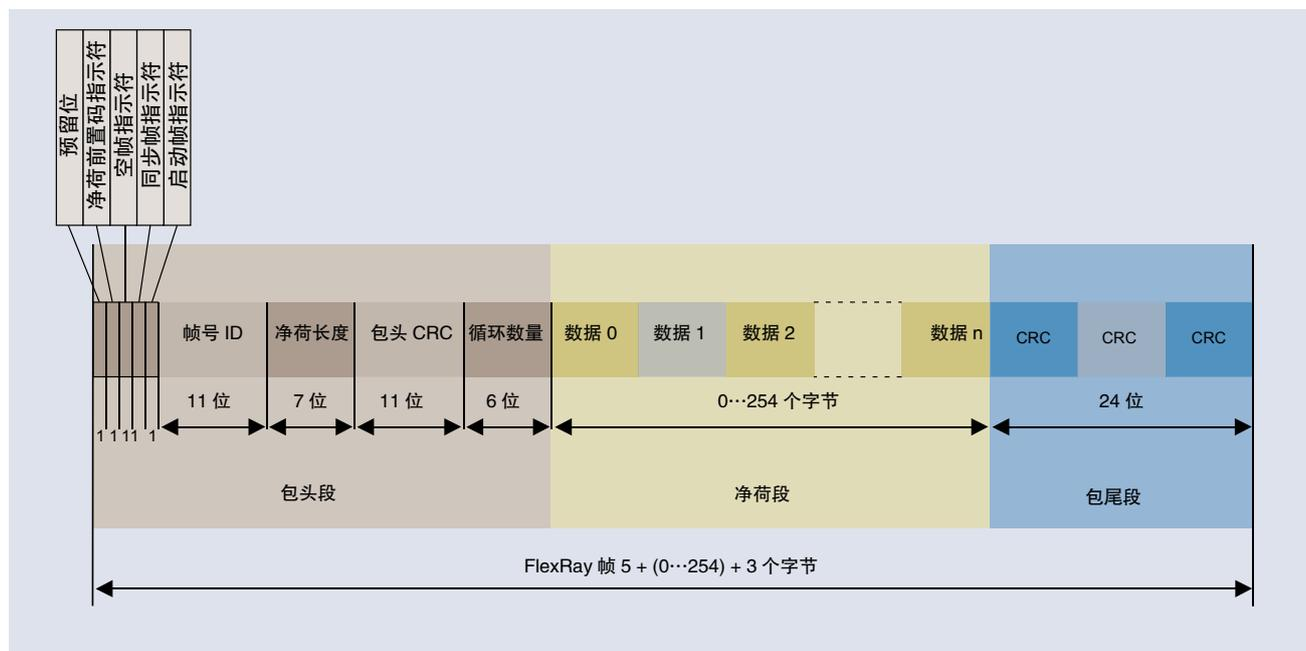

图 40. FlexRay 帧结构。
FlexRay 采用时间触发协议，通过同时包含静态帧和动态帧的通信周期，实现了以前的同步协议和异步协议的优势。静态帧是为总线上每台设备分配的时隙或预定长度，以在每个周期期间通信。总线上的每台设备也有机会通过动态帧在每个周期中通信，动态帧的长度（和时间）可能会变化。FlexRay 帧由三个主要段组成：包头段、净荷段和包尾段。每个段都有自己的构成，如图 40 所示。
I²S 总线有多种常用的变通方案，称为左对齐 (LJ)、右对齐 (RJ) 和时分复用 (TDM)。I²S、LJ 和 RJ 之间的主要区别在于数据相对于 Word Select 信号的时间位置。在 I²S 中，MSB 在 WS 后延迟一个时钟。在 LJ，数据位与 WS 对齐。在 RJ 中，数据位与 WS 右对齐，如图 46 所示 (NXP Online)*。TDM 与 I²S、LJ 和 RJ 类似，但支持两条以上的音频通道。图 40 所示实例拥有 8 条音频通道，每条通道有 32 个数据位。